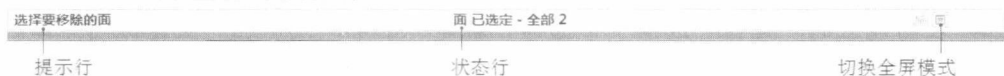

图1-4 状态栏
- 状态栏：状态栏包括提示行和状态行，如图 1-4 所示。提示行主要用于显示当前操作的相关信息，例如提示操作的具体步骤，并引导用户来选择；状态行主